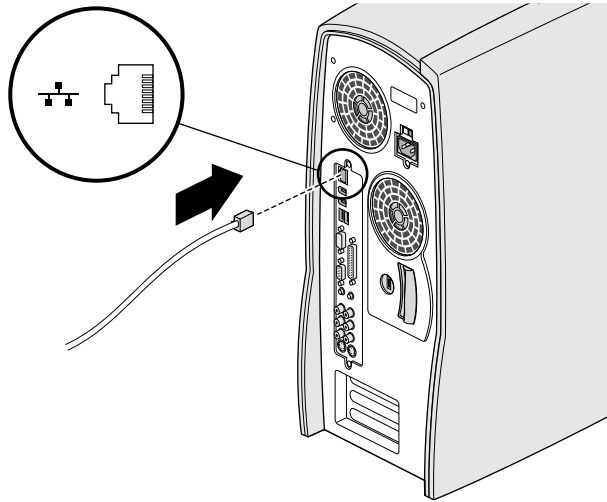

Abbildung 1-4 Anschließen des Ethernet-Kabels
3. Wenn Sie Ihr System in einem Netzwerk installieren, verbinden Sie wie in Abbildung 1-4 das Ethernet-Kabel von der Wandbuchse mit dem RJ45-Anschluß auf der Rückseite Ihres Systems.